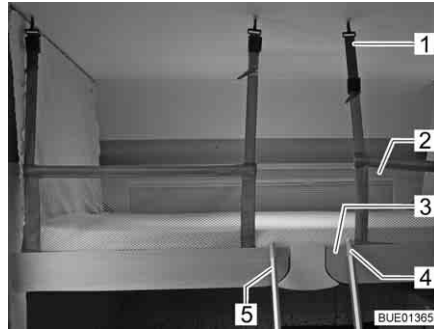

Fig. 85 Cama elevada con red de seguridad tendida
La red de seguridad (Fig. 85,2) con los cinturones de retención se encuentra en la cama elevada, debajo del colchón. Apenas extender la red de seguridad cuando las personas ya se encuentren en la cama elevada.
- Enganchar los cinturones de retención (Fig. 85,1) en los ganchos del techo.
Acceder a la cama elevada únicamente a través de la escalera de ascenso (Fig. 85,5).
- Enganchar la escalera de ascenso (Fig. 85,5) con las dos horquillas (Fig. 85,4) en el agarradero (Fig. 85,3) de la cama elevada.
- Desenganchar la escalera de ascenso (Fig. 85,5) del agarradero (Fig. 85,3) de la cama elevada.